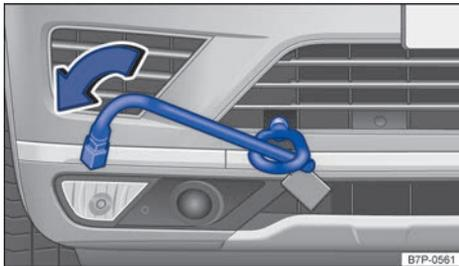

Fig. 290 En el lado derecho del paragolpes delantero: enroscar la argolla de remolque.
- Enrosque la argolla de remolque en el alojamiento girándola al máximo **en el sentido contrario al de las agujas del reloj** → **fig. 290** → . Utilice un objeto adecuado con el que pueda enroscar completa y firmemente la argolla de remolque en su alojamiento.